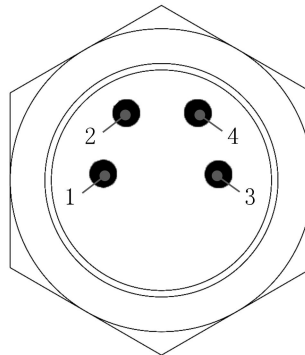

图 4. 通讯接口示意图
3、4分别为GND、+5V供电引脚, 供电要求5V~5.5V/1A（如图4所示）。